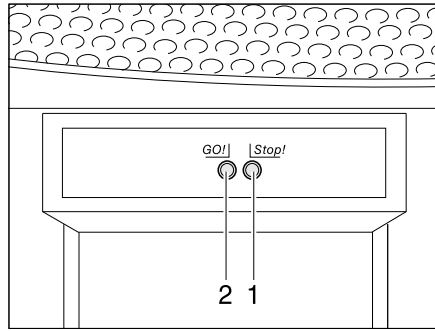

Bild 29 Anzeige
grüne LED (Bild 29,2) an	Hubstützen vollständig eingefahren, System betriebsbereit
grüne LED (Bild 29,2) an rote LED (Bild 29,1) an	Hubstützen ausgefahren, System betriebsbereit
- Zündung einschalten. Grüne LED (Bild 29,2) blinkt ca. 6 Sekunden lang, akustisches Signal ertönt.